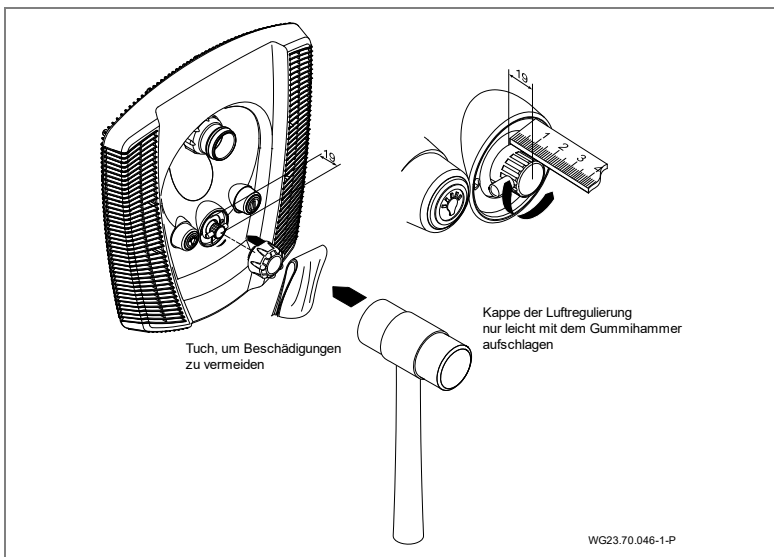

Abb. 19
8. Kappe für Luftregulierung (21) befestigen. (Abb. 19)
9. Jet-Pumpe (92) mit der halben Verschraubung (98, 99, 100), dem Gummiwinkel (79) und den dazugehörigen Klemmen (75) saug- und druckseitig am Einbaugehäuse anschließen.